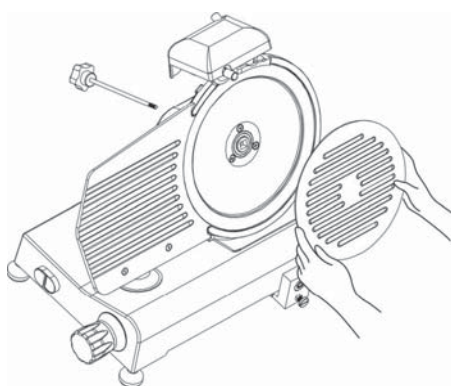

Fig. 6 - Démontage de la plaque couvre-lame
Dévissez le bouton de la barre de fixation (1) (voir Fig. 6), pour retirer la plaque couvre-lame (2).